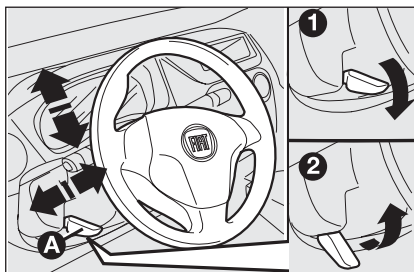

fig. 28
- ☐ desbloquee la palanca **A**-fig. 28 empujándola hacia adelante (posición 1);